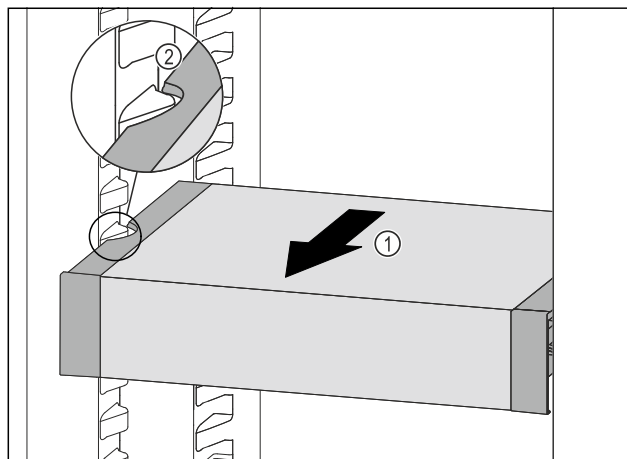

Fig. 173
- Tërhiqni VarioSafe për nga përpara Fig. 173 (1), derisa foletë anësore të VarioSafe të jenë në lartësinë e brinjëve të kutisë në pjesën e ftohjes. Fig. 173 (2)